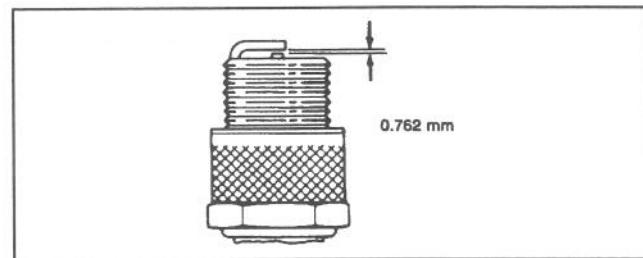

Abbildung 18
4. Den Abstand zwischen mittiger und Seitenelektrode auf 0,762 mm einstellen (Abb. 18). Die korrekt eingestellte Zündkerze mit einer Dichtung einsetzen und auf ein Moment von 20,4 Nm anziehen.